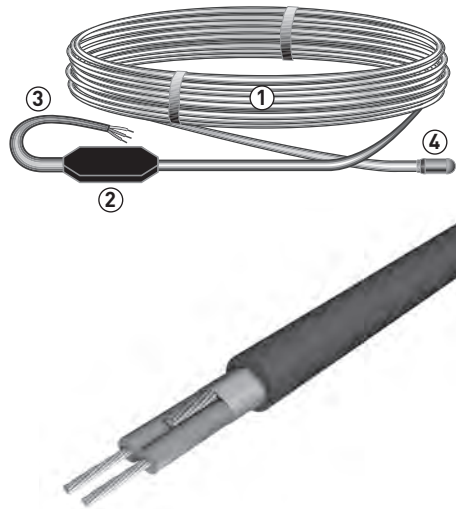

Рис. 4
Нагревательная секция БНК состоит из нагревательного кабеля (1), который с одной стороны оснащен соединительной муфтой (2) и установочным проводом (3), а с другой – концевой муфтой (4) (рис. 4).